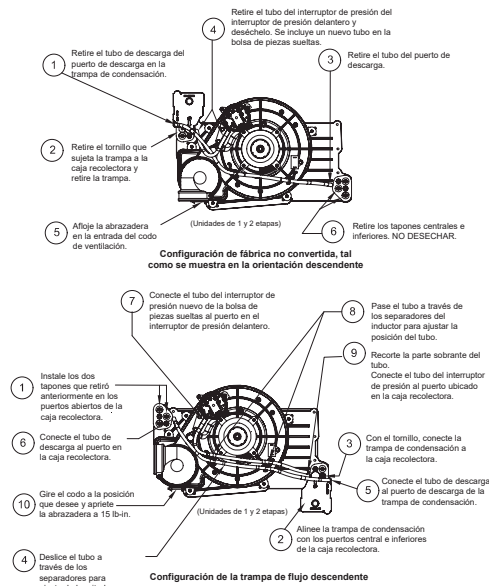

Fig. 9 – Configuración de la trampa de flujo descendente
Cuando el calefactor se instala en posición de flujo descendente, en un principio la trampa de condensación se encontrará, de fábrica, en la esquina superior izquierda de la caja recolectora. Consulte la imagen superior en la Fig. 9. En este caso, la trampa de condensación debe cambiarse de lugar para que la condensación drene adecuadamente. Consulte la imagen inferior en la Fig. 9.
- La Fig. 9 muestra la trampa de condensación y las tuberías antes y después del cambio de ubicación. Consulte la Fig. 9 para comenzar la conversión de la trampa.